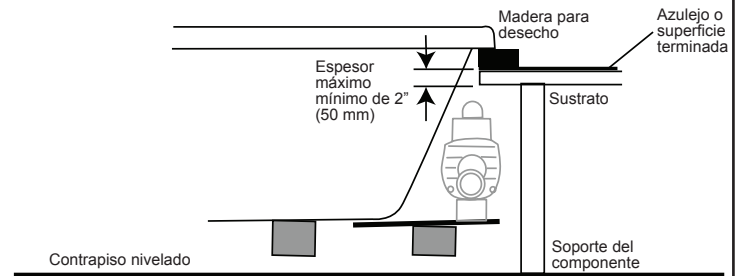

Figura 10
- 8** Instale la unidad, introduciendo primero el extremo del motor/la bomba y bajando la bañera dentro de la apertura como se muestra en la ilustración (Figura 10).